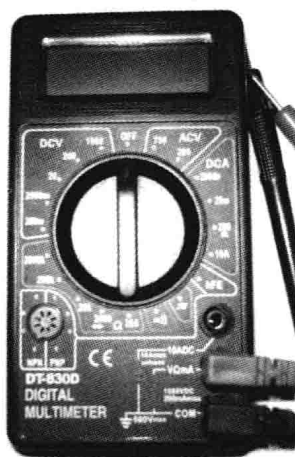

图 7-6 将表笔插入插孔
(1) 将红表笔插入 VΩmA 插孔，黑表笔插入 COM 插孔，如图 7-6 所示。
(2) 将转换开关旋至 Ω 挡的适当位置。一般测量 200Ω 以下电阻选择 200 挡；200~2000Ω 电阻选择 2000 挡，2000Ω~20kΩ 电阻选择 20k 挡，20~200kΩ 电阻选择 200k 挡，200~2000kΩ 电阻选择 2000k 挡。